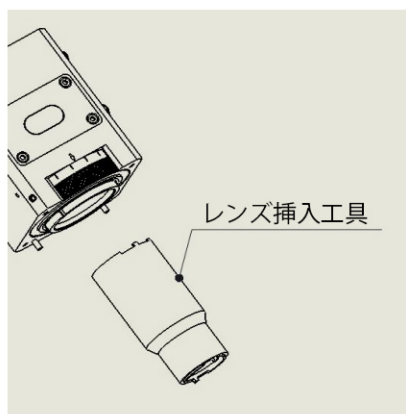

図14 フォーカスレンズセットの取り外し
- 図 14 に示すように、レンズ取り外し専用工具を使ってレンズホルダーを取り出します。